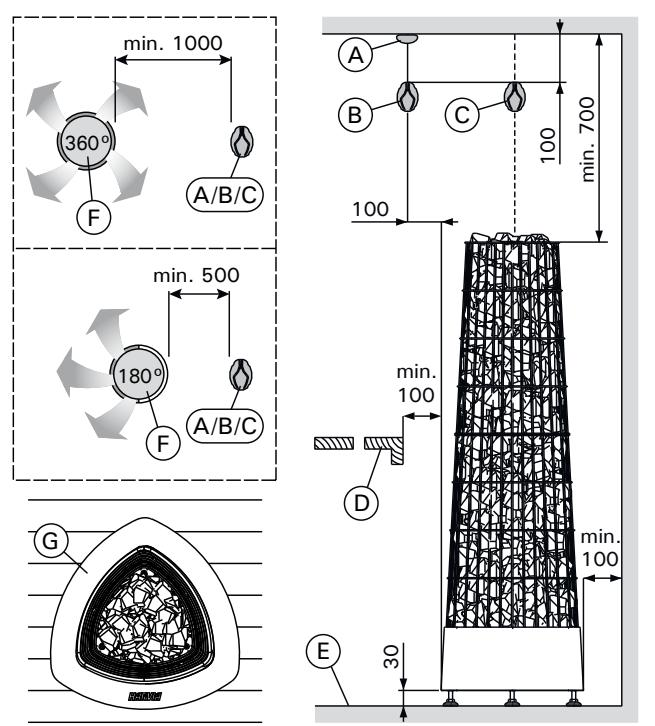

Рисунок 6. Расположение и безопасные расстояния (все размеры приведены в миллиметрах)
Элементы, представленные на рис. 6:
- **PI:** Установите датчик на стену сауны, как показано на рис. 6. Вставьте кабель датчика в разъем нагревателя по принципу цветового соответствия (рис. 7: D).
- **PI-E:** Установите датчик на стену сауны, как показано на рис. 6.
Внимание! Не устанавливайте датчик на расстоянии менее 1000 мм от ненаправленного вентилятора или на расстоянии менее 500 мм от вентилятора, действующего в направлении от датчика. См. рис. 6. Поток воздуха вблизи датчика охлаждает датчик и приводит к неточности показаний устройства управления. В результате возможен перегрев каменки.